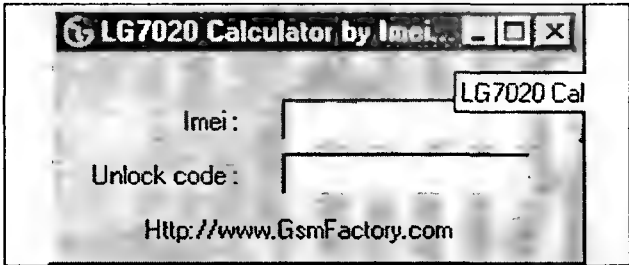

Рис. 4.23
- калькулятор для телефона LG 7020 — см. рис. 4.23;